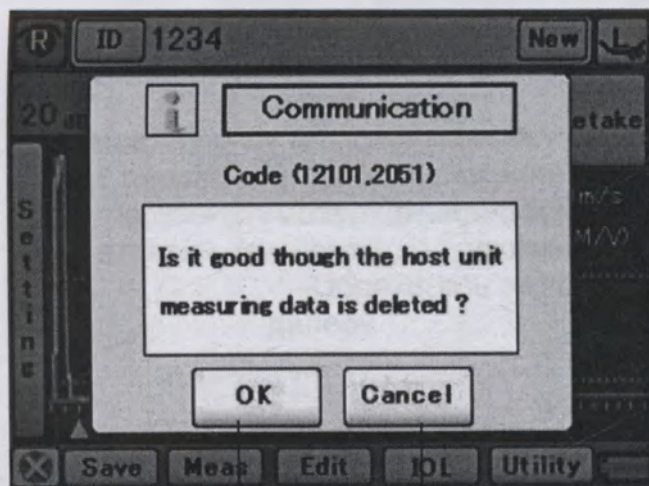
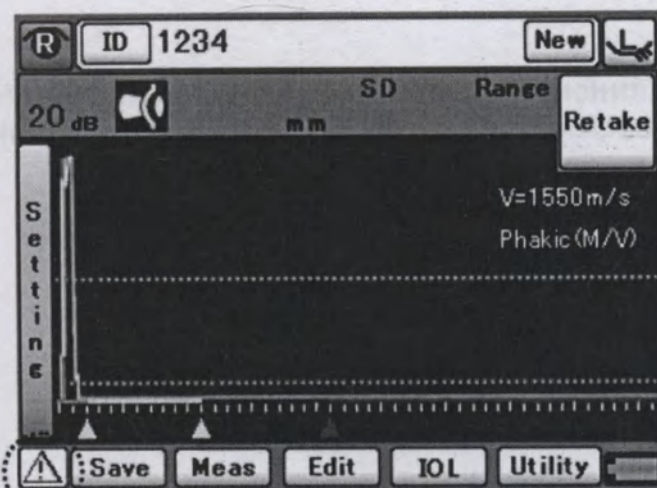

Рис. 1
Рис. 2
1) Окно подтверждения появляется в том случае, если результаты измерения остаются на устройстве партнере в момент установки соединения в режиме работы с новым пациентом (Рис. 1). Щелкните кнопку "OK" для удаления данных на устройстве партнере и установления соединения. Для отмены соединения щелкните кнопку "Cancel" (2) (Рис. 2).